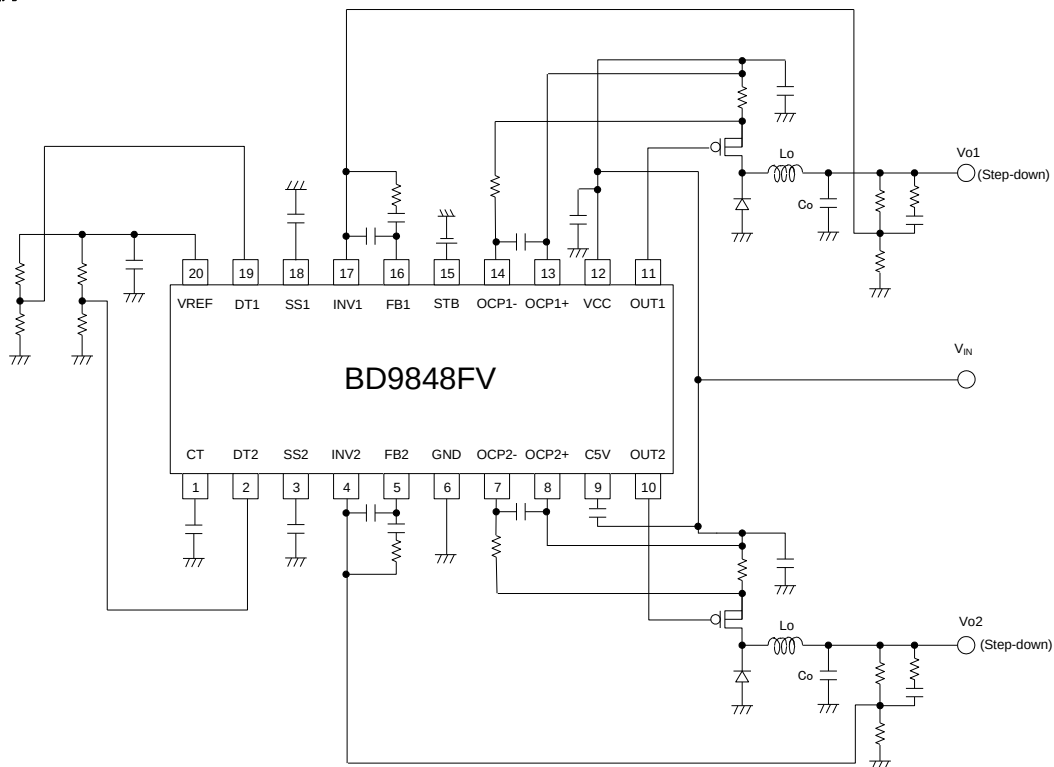

Figure 36
P.16、Figure 36 のような DC/DC アプリケーションにおいて、出力を短絡し続けた場合には過電流が流れ、5 周期の間過電流検出レベルを超えるとスイッチングが停止し、1.6msec 程度の過電流検出保持時間後に再度ソフトスタート起動を行なう、といった状態を繰り返します。
この状態は、出力の揺れの大きさと揺れを伝える経路となる帰還抵抗や位相補償の定数に依存します。出力からの揺れを減衰させるようにすればノイズおよびパルス抜けは抑えられますが、同時に系全体の応答性も低下するため、特性とのバランスをとる必要があります。Figure36 の回路定数だけでの調整が難しい場合、帰還抵抗の分圧点と INV 端子との間に数 10k Ω 程度の抵抗追加をご検討ください。(INV 端子周辺の抵抗を大きくする場合、応答性の他、入力バイアス電流(1 μ A Max)の影響もご注意ください。)またその他に、短絡状態で出力 FET のベタ ON を防ぐ目的で、DT 端子による最大 Duty 制限もご検討ください。(ただし最大 Duty を設定すると、最小入出力電圧差も制約を受けますので、減電特性にご注意下さい。)